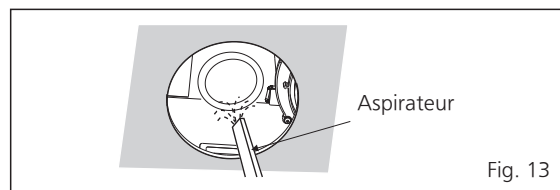

Fig. 13
4. Enlevez la poussière et la saleté du boîtier du luminaire avec un aspirateur. (Voir Fig. 13)